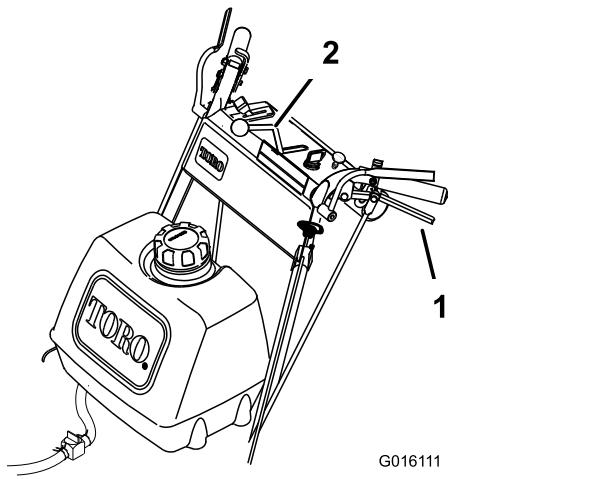

Figura 13
4. Lasciate andare lentamente le leve della trazione per avanzare (Figura 13).
Per procedere diritto, lasciate andare le leve della trazione in modo uguale (Figura 13).
Per svolte, schiacciate la leva della trazione corrispondente al lato e alla direzione verso cui volete svolteare (Figura 13).
Schiacciate lentamente le leve della trazione contro le stegole per procedere in retromarcia (Figura 13).